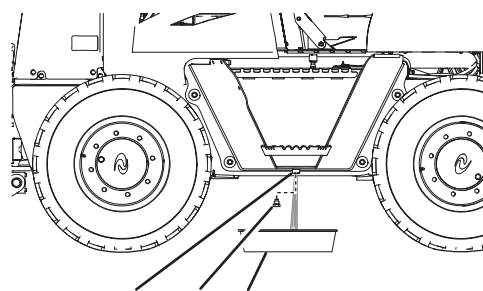

Figura 51
2. Svitare il tappo di spurgo dal serbatoio e spurgate l'acqua (Figura 51).
3. Quando vedete il carburante pulito, montate il tappo di spurgo e serratelo (Figura 51).